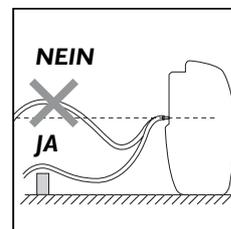

Abb. 3
- Der Schlauch darf nicht höher sein als der Ablauf (Abb. 3), da sonst das Wasser im Kondenswassertank zurückbleibt; ferner ist zu überprüfen, dass der Schlauch nicht gequetscht ist.